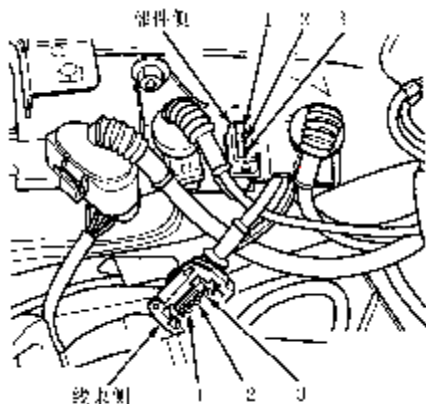

图 6-24 发动机转速传感器端子
4) 断开发动机转速传感器线束接头。测量发动机转速传感器(元件侧)端子 1 和端子 2 之间的电阻(见图 6-24), 电阻应为 480~1000 Ω 。如果电阻符合规范, 转入下一步。如果电阻不符合规范, 更换发动机转速传感器。